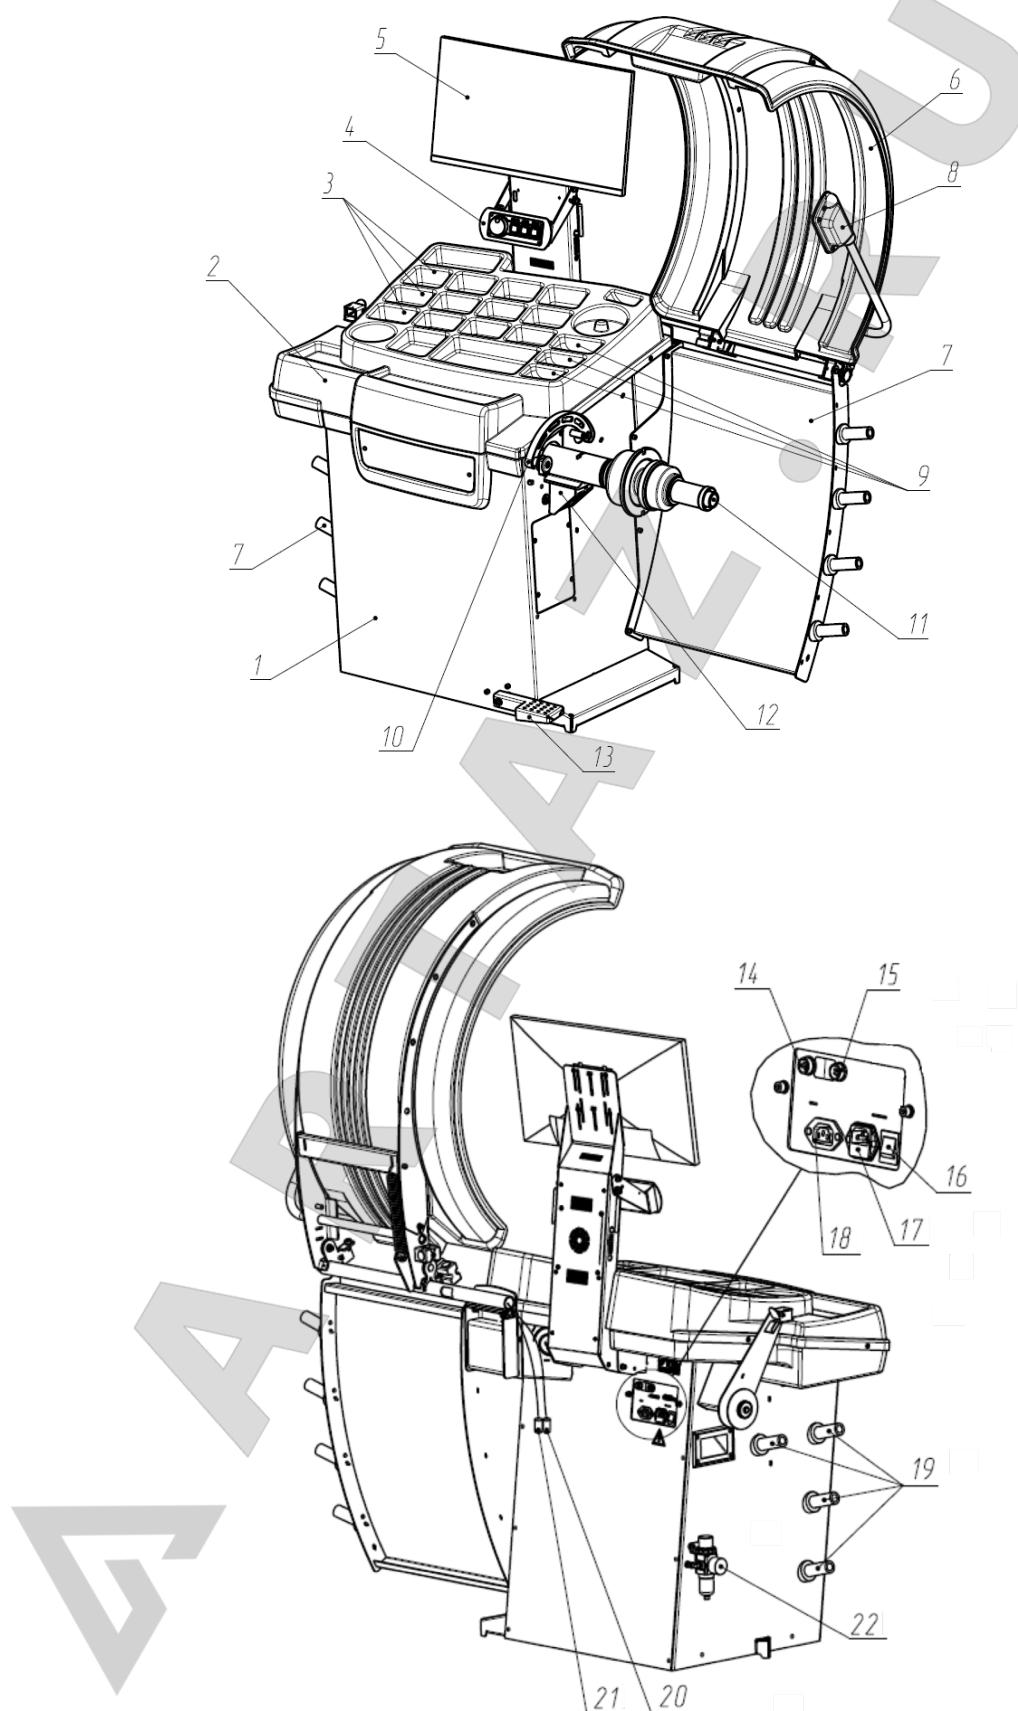
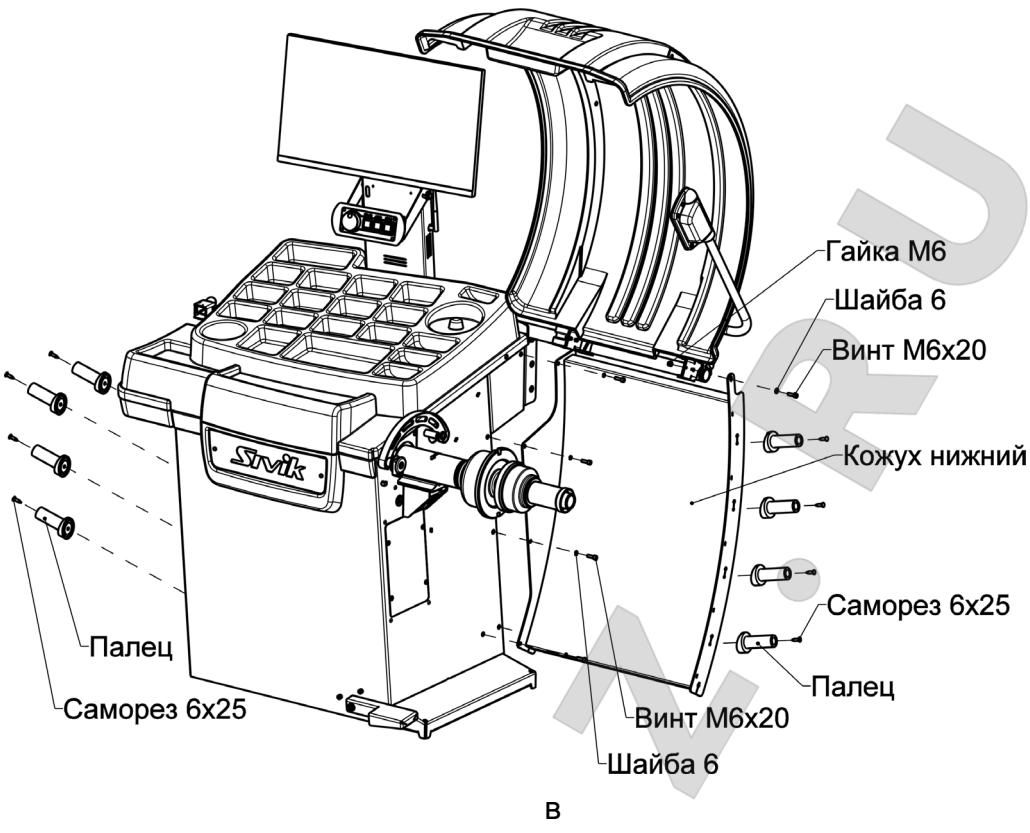

Рисунок 4.1
Рисунок 4.4
4.2.4 Кронштейн кожуха (рисунок 4.4 а) установить на кронштейн корпуса и зафиксировать гайками M8 с шайбами. При этом ограничитель необходимо совместить с прорезью, в кронштейне кожуха (рисунок 4.4 б).
Кожух нижний (рисунок 4.4 в) закрепить со стороны шпинделя на корпусе станка с помощью винтов M6x20 с шайбами и скрепить с кронштейном кожуха защитного с помощью винта M6x20, шайбы и гайки.
Пальцы для размещения конусов и кронциркуля (рисунок 4.4 в) закрепить на корпусе станка и торце кожуха нижнего с помощью саморезов 6х25.4.2.5 Подключить вилку УЗ датчика (22) к гнезду для подключения (15) (использовать соответствующую цветовую маркировку гнезда и вилки, рисунок 4.1).
4.2.9 Подключить шнур сетевой к разъему, расположенному на задней панели корпуса станка (рисунок 4.1), и к питающей сети, оборудованной розеткой с контактом заземления.
① Подключение станка и монитора к розетке без контакта заземления опасно для персонала и может привести к неточным измерениям и к поломке станка!